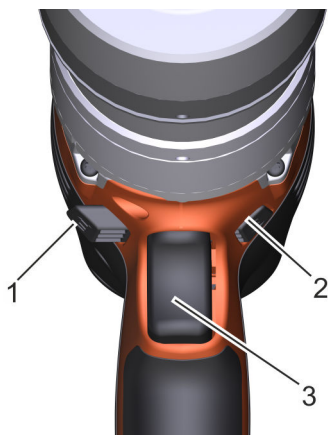

Fig. 22: *senso di rotazione*
Per avvitare in senso orario (CW), premere il regolatore del senso di rotazione (Fig. 22/1) di destra.
Per allentare in senso antiorario (CCW), premere il regolatore del senso di rotazione (Fig. 22/2) di sinistra.
Premere il pulsante di attivazione (Fig. 22/3) e mantenerlo premuto finché l'operazione di avvitamento non si conclude e non viene emesso un segnale. Non azionare a impulsi (premere e rilasciare il pulsante di attivazione in rapida successione).